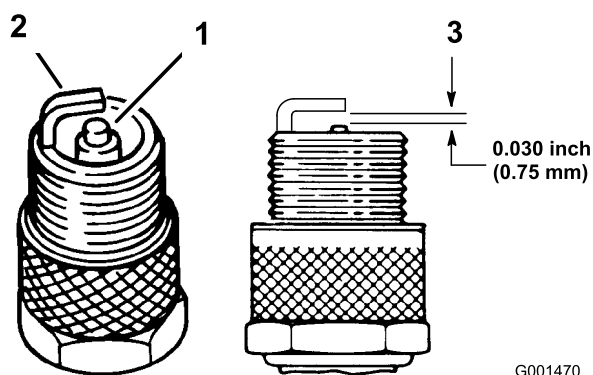

Figura 36
1. Veja a parte central da vela de ignição (Figura 36). Se verificar uma cobertura castanha ou cinzenta no isolante, o motor está a funcionar corretamente. Uma cobertura preta no isolante indica que o filtro de ar está sujo.
3. Verifique a folga entre os eletrodos central e lateral (Figura 36). Dobre o eletrodo lateral (Figura 36) se a folga não for a correta.
3. Ligue o fio à vela de ignição (Figura 36).